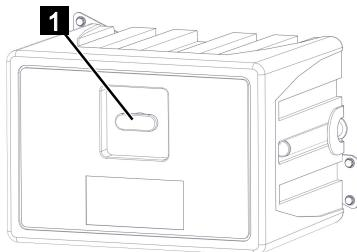

Abb. 211
1. Abdeckkappe von der Verriegelung (Abb.211/1) abziehen.
2. Mit dem Schlüssel für die Staubox das Schloss (Abb.211/1) im Uhrzeigersinn öffnen.